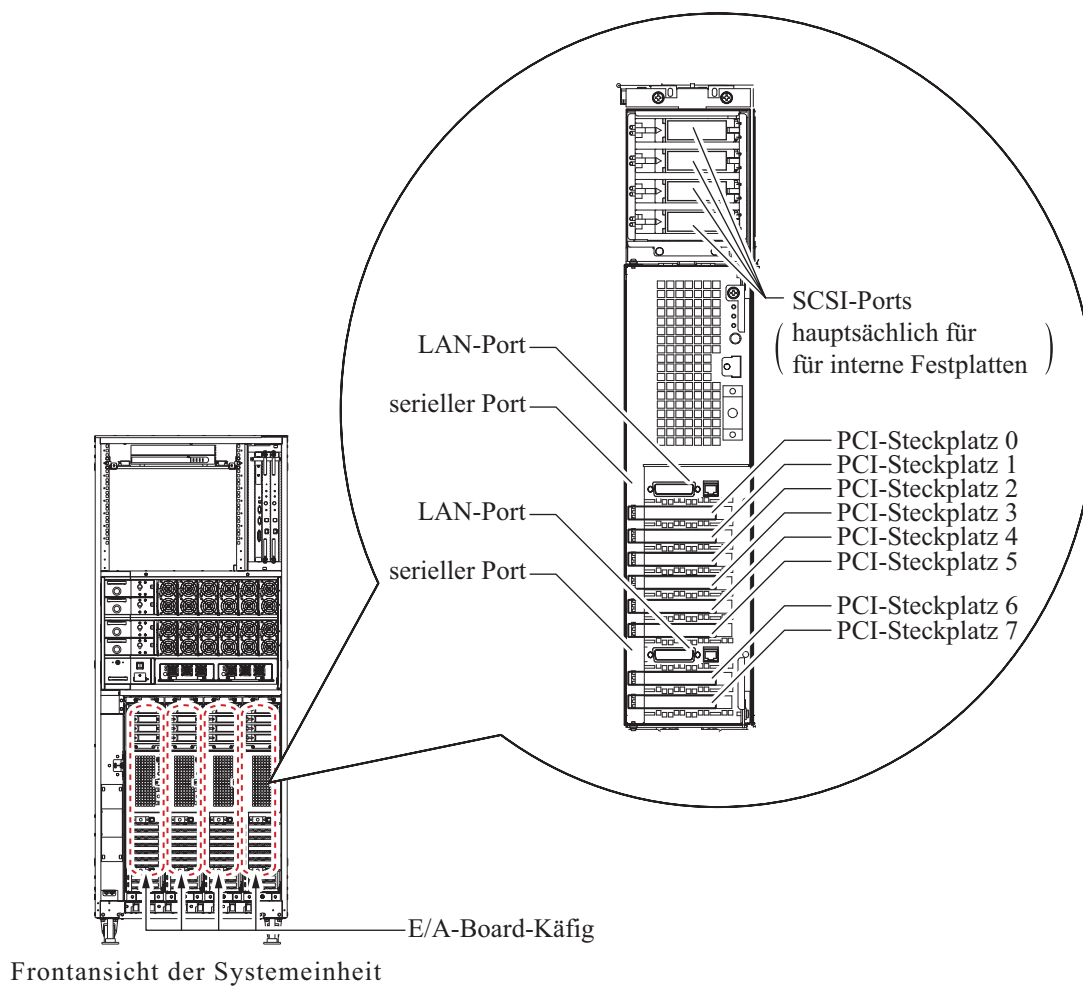

Abbildung 4.7 Lage der PCI-Steckplätze auf den E/A-Boards
Manche PCI-Karten können entweder nur mit 3,3 V (DC) oder nur mit 5 V (DC) betrieben werden; andere PCI-Karten (universeller Typ) können sowohl mit 3,3 V (DC) als auch mit 5 V (DC) betrieben werden. Die meisten PCI-Karten können mit Taktraten von 33 MHz arbeiten, andere allerdings nur mit 66 MHz. Setzen Sie die entsprechenden PCI-Karten gemäß den Angaben in Tabelle 4.2 ein. Abbildung 4.7 zeigt die Lage der jeweiligen PCI-Steckplätze auf den E/A-Boards.